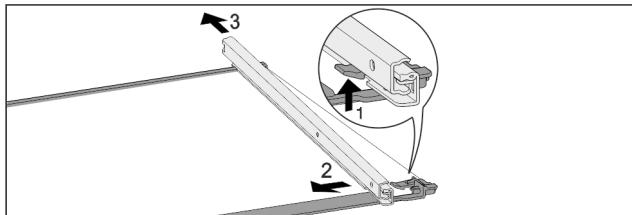

Fig. 52 Sklenená doska s koľajničkami
- Potlačte predný západkový hák nahor. Fig. 52 (1)
- Odsuňte vyťahovaci koľajničku do strany Fig. 52 (2) a dozadu Fig. 52 (3).